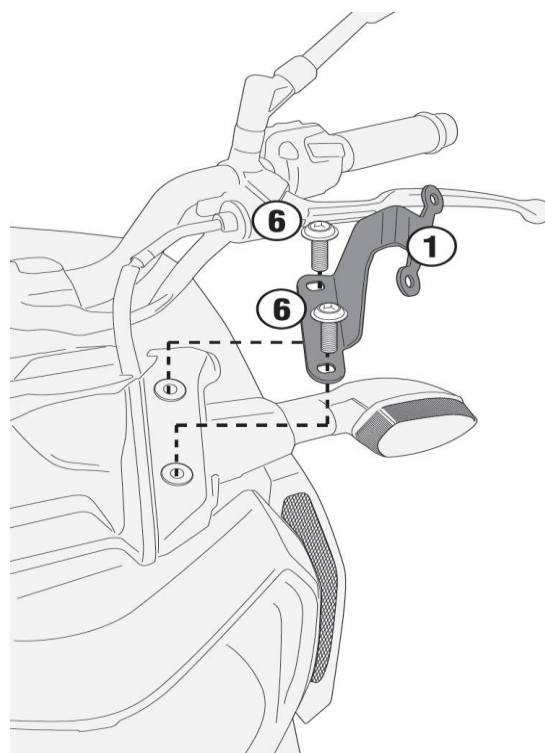

図 1
1. 純正ヘッドライト上に位置する⑥純正ボルト（左右各 2 ケ）を取り外し、そのボルトを使用して①サポート（左右）を車体に仮組みします。（図 1 参照）
※ 図 1 は①サポート左側の組み付け図です。形状や組み付け向きに注意して、①サポート右側も同様に作業してください。